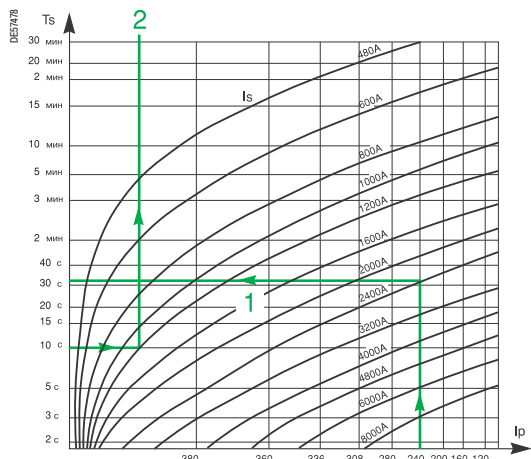

Рис. 2
- кратковременный режим: зная величину установившегося тока I_p , мы определяем максимальную длительность T_s выброса тока I_s при помощи графика 1 (рис. 2);